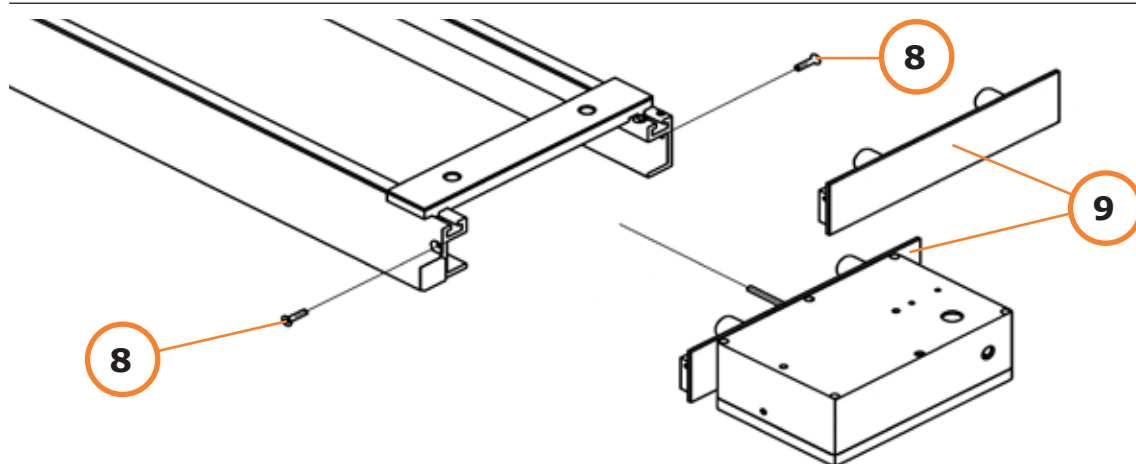

Abb. 8
- 4.4.1 Wenn die vordere Seitenabdeckung immer noch an der Deckenschiene montiert ist, können Sie diese entfernen, indem Sie die Senkkopfschrauben (8/Abb. 8) lösen, mit denen die vordere Seitenabdeckung (mit/ohne Kabelaufroller) an der Deckenschiene befestigt ist.
- 4.4.5 Bringen Sie die vordere Seitenabdeckung (9/Abb. 8) wieder an der Vorderseite der Schiene an. Nehmen Sie die Senkkopfschrauben (8/Abb. 8), und ziehen Sie sie mit einem Drehmoment von 7 Nm fest.